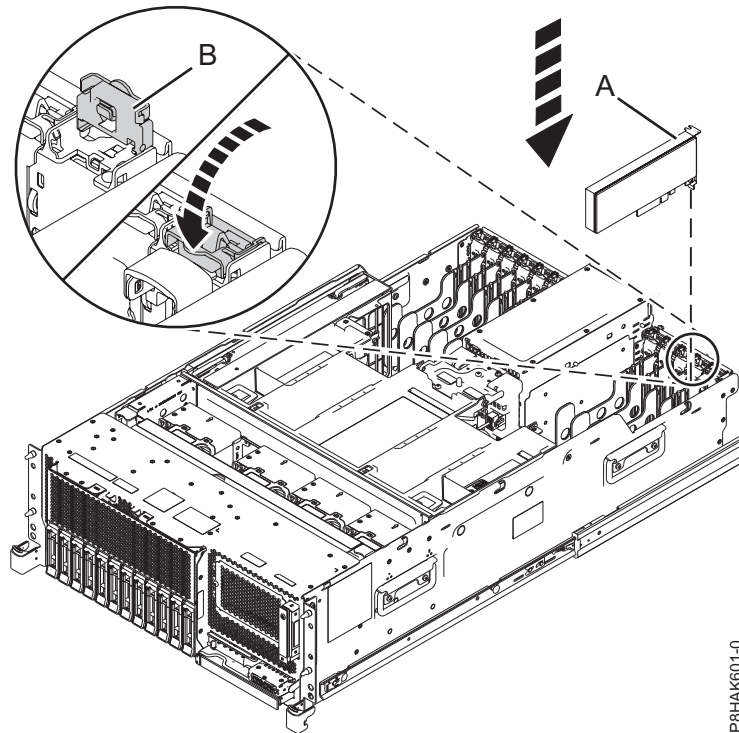
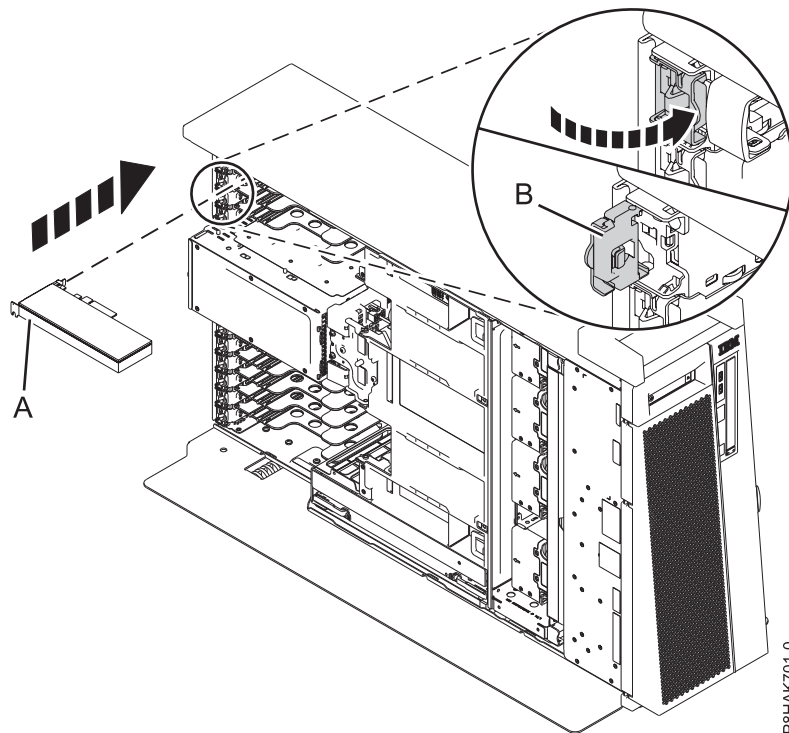

Abbildung 21. PCIe-Adapter in einem Einschubsystem installieren oder austauschen
Abbildung 22. PCIe-Adapter in einem eigenständiges System vom Typ 8286-41A installieren oder austauschen
6. Wenn die Adaptersicherung (B) des Zielsteckplatzes nicht bereits geöffnet ist, ziehen Sie die Adaptersicherung in die geöffnete Position, indem Sie sie von ihrem Clip an der Systemrückseite nach außen drehen - siehe Darstellung in Abb. 21 auf Seite 24 und Abb. 22 auf Seite 24.
7. Fassen Sie den Adapter vorsichtig an der Oberkante oder am Haltesteg an und richten Sie den Adapter an dem Steckplatz und dem zugehörigen Anschluss an der Systemrückwandplatine (A) aus, siehe Darstellung in Abb. 21 auf Seite 24 und Abb. 22 auf Seite 24.
9. Drehen Sie zum Verriegeln des Adapters im Steckplatz die Adaptersicherung (B) in die abgebildete Richtung in Abb. 21 auf Seite 24 und Abb. 22 auf Seite 24.